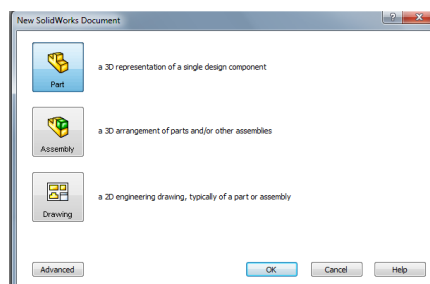

Рис. 9.1.1. Створення нового креслення
1. Запустіть SolidWorks. Створіть новий документ. Виберіть тип документу – **ЧЕРТЕЖ (DRAWING)** (рис.9.1.1).